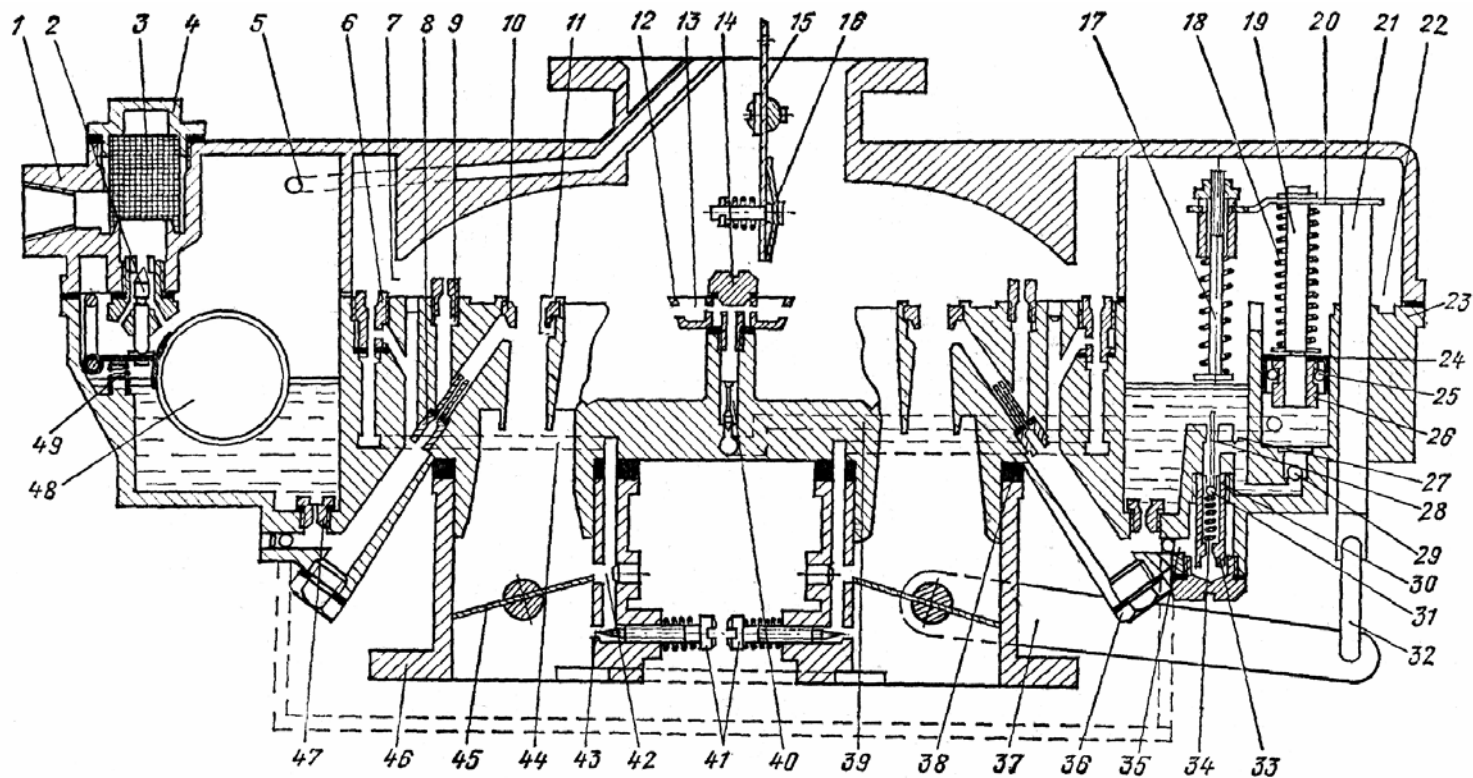

Рис. 4.30. Схема карбюратора К-88АЕ:
5. Изучите устройство карбюратора, рассматривая при этом его детали и рис. 4.30.